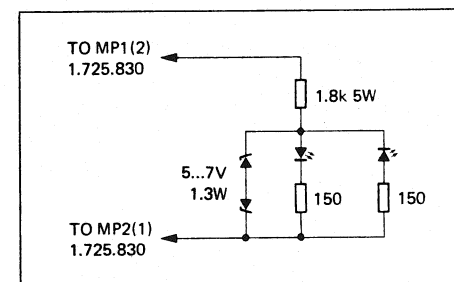

Fig. 4.3
- Circuit de décharge des condensateurs selon la fig. 4.3.